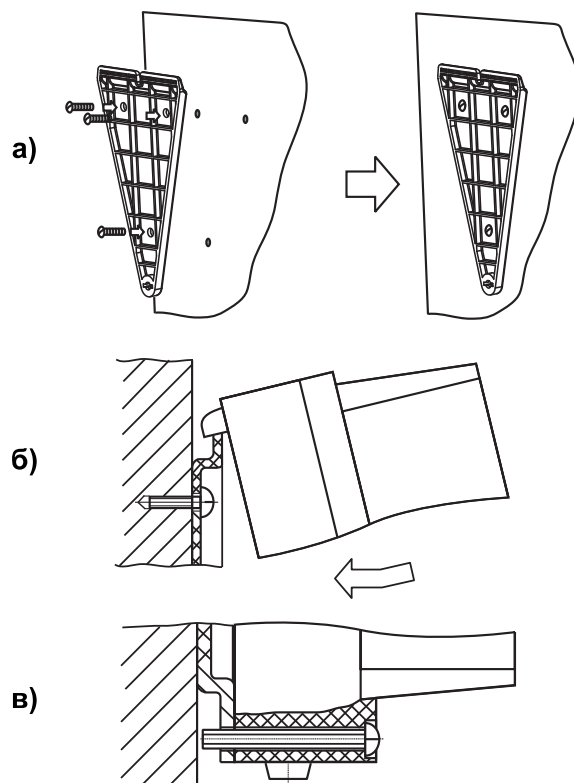
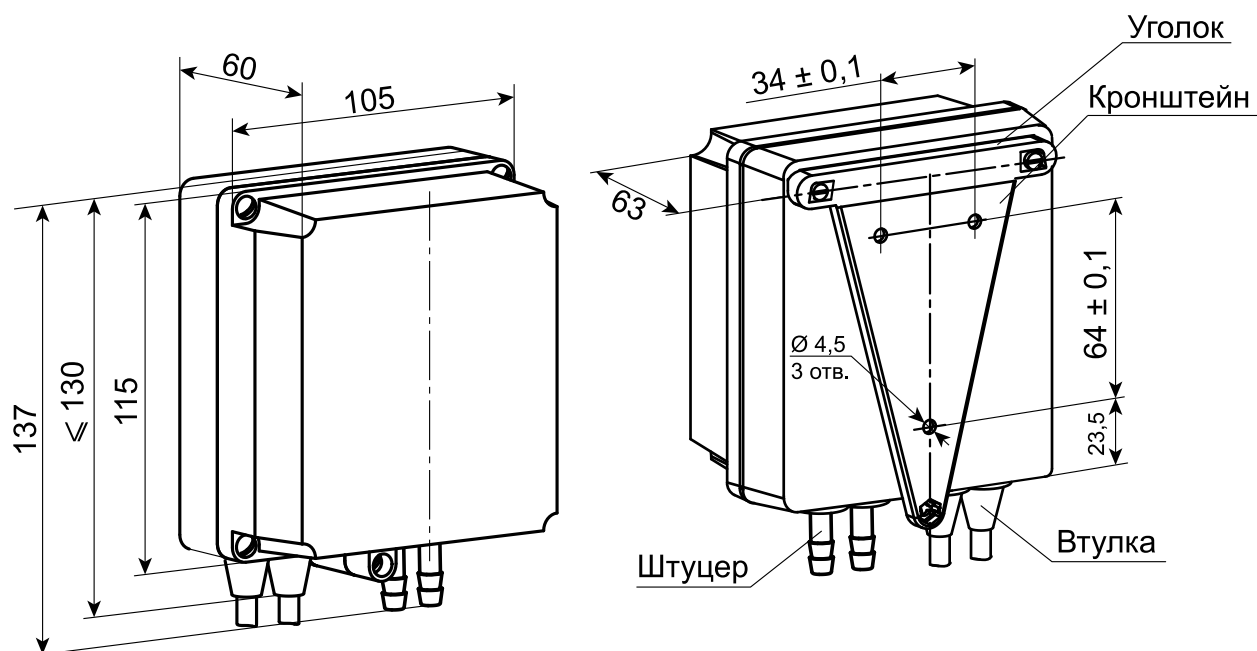

Рисунок 4.2 – Монтаж преобразователя настенного крепления
Рисунок 4.3 – Габаритные и установочные размеры преобразователя настенного крепления
1. Закрепить кронштейн тремя винтами М4 × 20 на подготовленной поверхности, см. рисунок 4.3 и рисунок 4.2, а.
2. Зацепить крепежный уголок на задней стенке преобразователя за верхнюю кромку кронштейна как на рисунок 4.2, б.
3. Прикрепить преобразователь к кронштейну винтом М4 × 35 из комплекта поставки (рисунок 4.2, в).